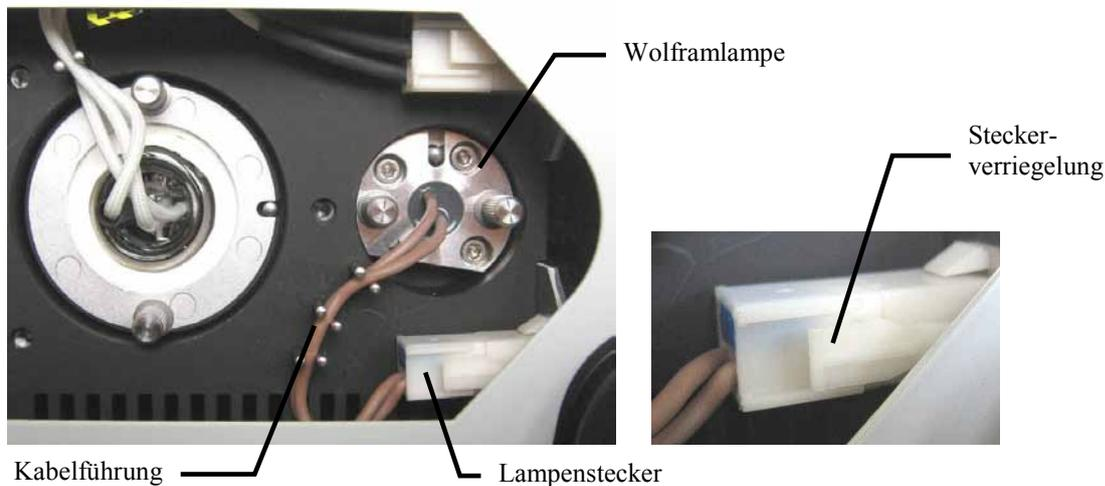

Abb. 35: Lampenstecker Wolframlampe
7. Stecken Sie den Lampenstecker ein (→ Abb. 35).
8. Führen Sie das Lampenkabel wieder durch die Kabelführung (→ Abb. 35).